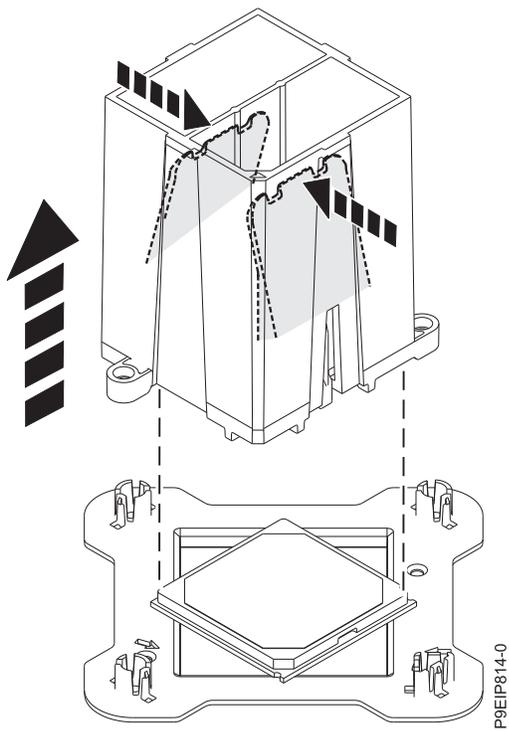

図 60. ツールからのシステム・プロセッサ・モジュールの解放
11. 青色のタブをつまんで、システム・プロセッサ・モジュールをツールから解放します (図 60 を参照)。